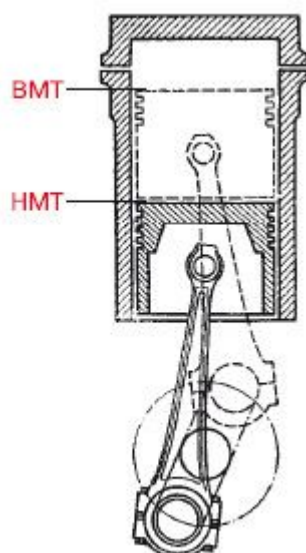
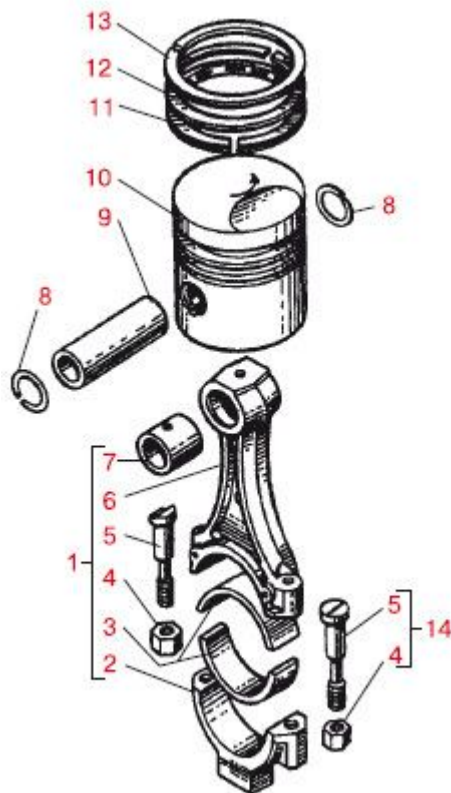

Рис. 2.3. Поршень
Рис. 2.4. Поршень с шатуном:
цилиндрической формы – стакан, состоящий из головки и юбки (рис. 2.3). На поршне есть канавки, в которых установлены поршневые кольца. Они обеспечивают герметичность пространства над поршнем, не давая возможности газам, образующимся при работе двигателя, проникать под поршень. Кроме того, поршневые кольца не допускают попадания масла в пространство над поршнем (масло предназначено для смазки внутренней поверхности цилиндра). Иными словами, эти кольца играют роль уплотнителей и делятся на два вида: компрессионные (те, которые не пропускают газы) и маслосъемные (препятствующие попаданию масла в камеру сгорания) (рис. 2.4).
Верхней мертвой точкой (ВМТ) называется самое верхнее положение поршня в цилиндре (то есть место, где поршень перестает двигаться вверх и готов начать движение вниз) (см. рис. 2.3). Самое нижнее положение поршня в цилиндре (то есть место, где поршень перестает двигаться вниз и готов начать движение вверх) называют нижней мертвой точкой (НМТ) (см. рис. 2.3). А расстояние между крайними положениями поршня (от ВМТ до НМТ) называется ходом поршня.
- ◆ шатунов, на которых закреплены поршни (см. рис. 2.4);